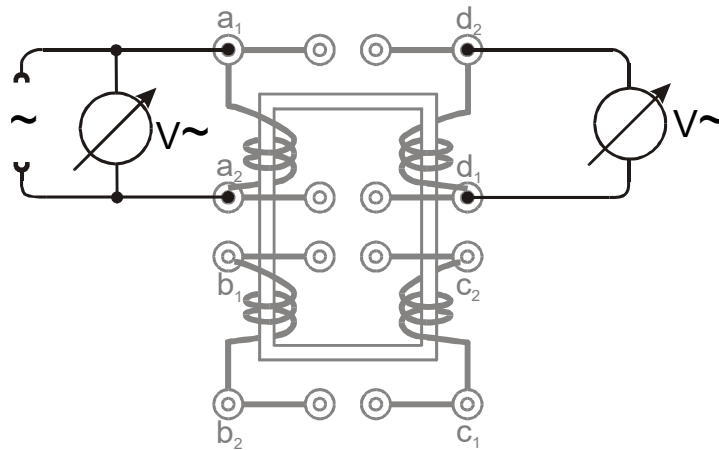

Abbildung 1.5: Schema für einen isolierenden Transformator
- Abbildung 1.5 zeigt den Aufbau als isolierender Transformator.